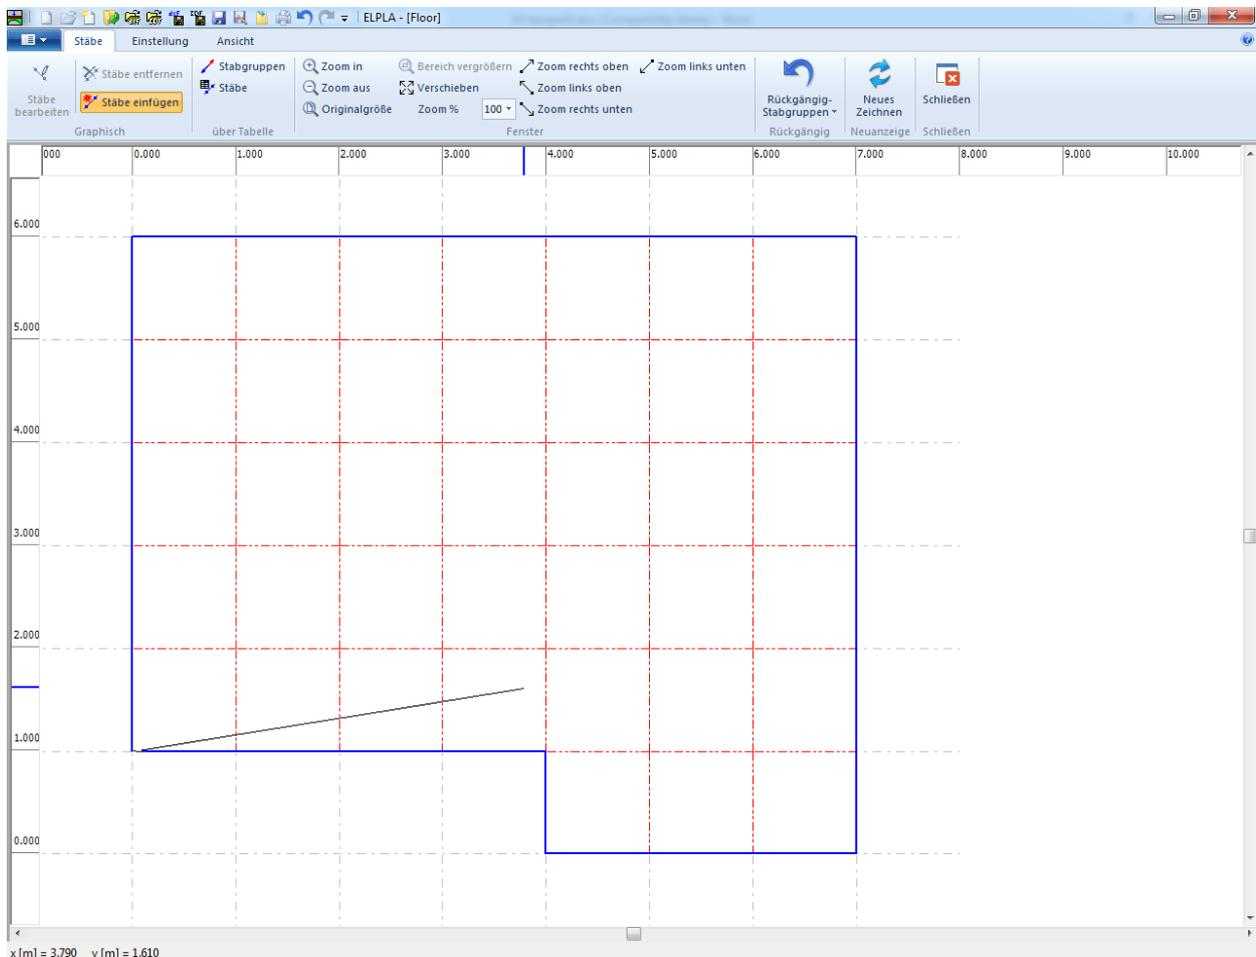
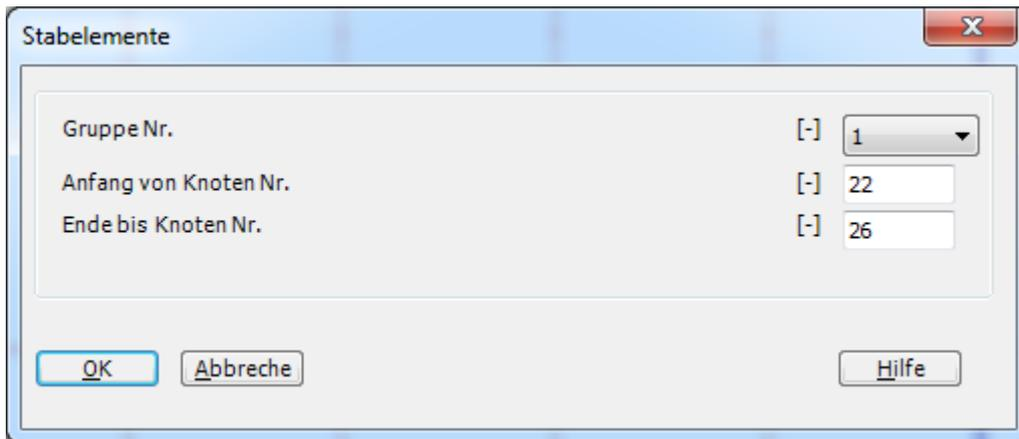

Bild 2.16 Einfügen eines Trägers mit der Maus
Bild 2.17 Dialogfeld "Stabelemente"
- Klicken Sie die linke Maustaste auf den Anfangsknoten des ersten Trägers und schleifen Sie mit der Maus bis zum Endknoten dieses Trägers (Bild 2.16), dann klicken Sie auf dem Endknoten. Das Dialogfeld "Stabelemente" im Bild 2.17 mit der Nr. des Anfangsknotens 5 und des Endknotens 9 erscheint